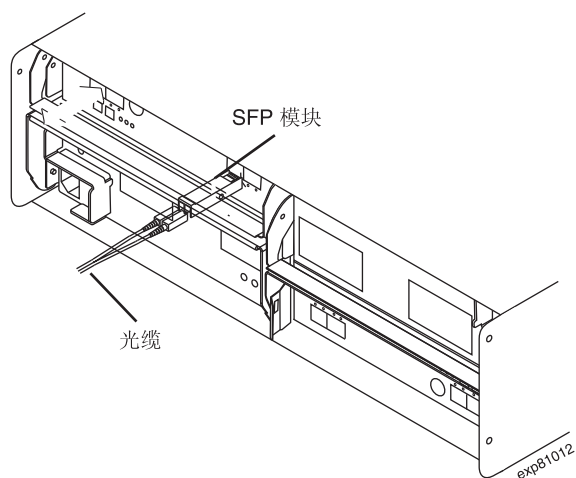

图 82. 安装 SFP 模块并将 LC-LC 电缆连接到存储扩展机柜
- 2. 将 LC-LC 光缆连接到 SFP 模块，如第 123 页的图 82 中所示。
将 SFP 模块安装到存储扩展机柜背面的 SFP 端口中；然后将 LC-LC 电缆的另一端连接到 SFP 模块中，如图 82 中所示。